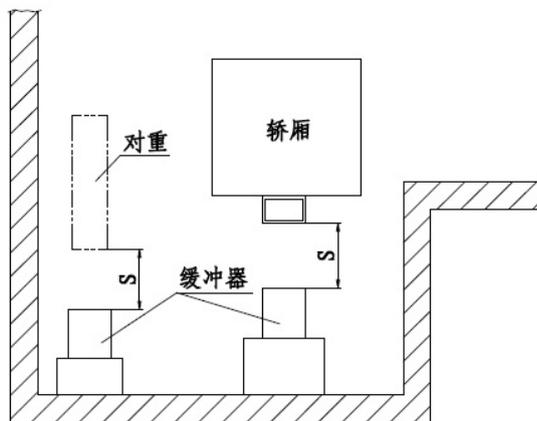

图1
- b) 当轿厢在底层平层时轿厢缓冲器撞板至缓冲器顶面的安全距离，以及当轿厢在顶层平层时对重架撞板至缓冲器顶面的安全距离（如图1），要求如表2。
- e) 将轿厢分别停置顶层和底层平层位置，测量并确认缓冲撞板底部至缓冲器的距离是否符合要求（如图1）。